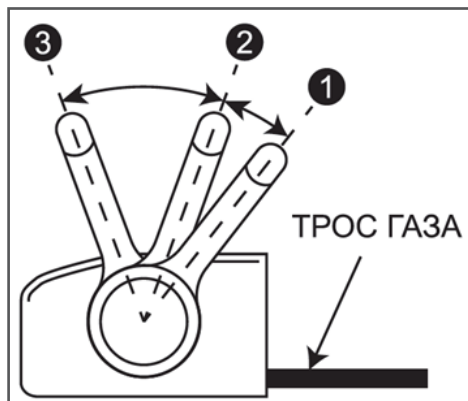

Рис. 7 Положения рычага газа
После правильной регулировки троса газа рычаг газа имеет три рабочих положения (Рис. 7).
2. Установите рычаг газа в положение «1» (Рис. 7).
5. По мере прогрева двигателя постепенно открывайте воздушную заслонку. Для этого медленно переводите рычаг газа из положения «1» в положение «2» (Рис. 7). Прогрев двигателя в зависимости от температуры окружающей среды занимает от 1 до 3 минут.
6. После прогрева двигателя установите в рычаг газа в положение «3» (режим холостого хода) (Рис. 7).
1. Переведите рычаг газа в положение «3» (режим холостого хода) (Рис. 7).